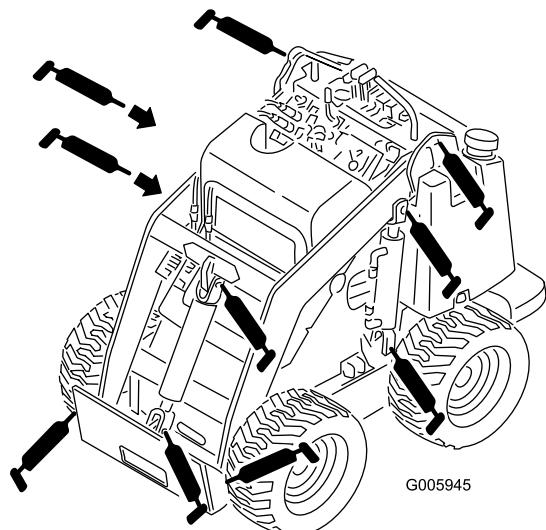
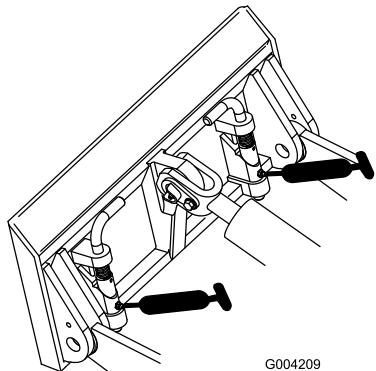

Рисунок 27
Рисунок 28
3. Присоедините к каждой масленке шприц для нагнетания консистентной смазки (Рисунок 27 и Рисунок 28).